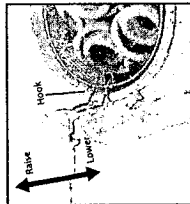

Figura 2
- Vierta aceite de cocina en el reservorio de aceite hasta que alcance un nivel entre las marcas "mínimo" (Min) y "máximo" (Max) dentro del reservorio. **NO LLENE POR DEBAJO DEL NIVEL O EN EXCESO.** Coloque la canasta para freír de vuelta en la freidora en la posición vertical enganchándola en el gancho de la freidora (vea la figura 2)